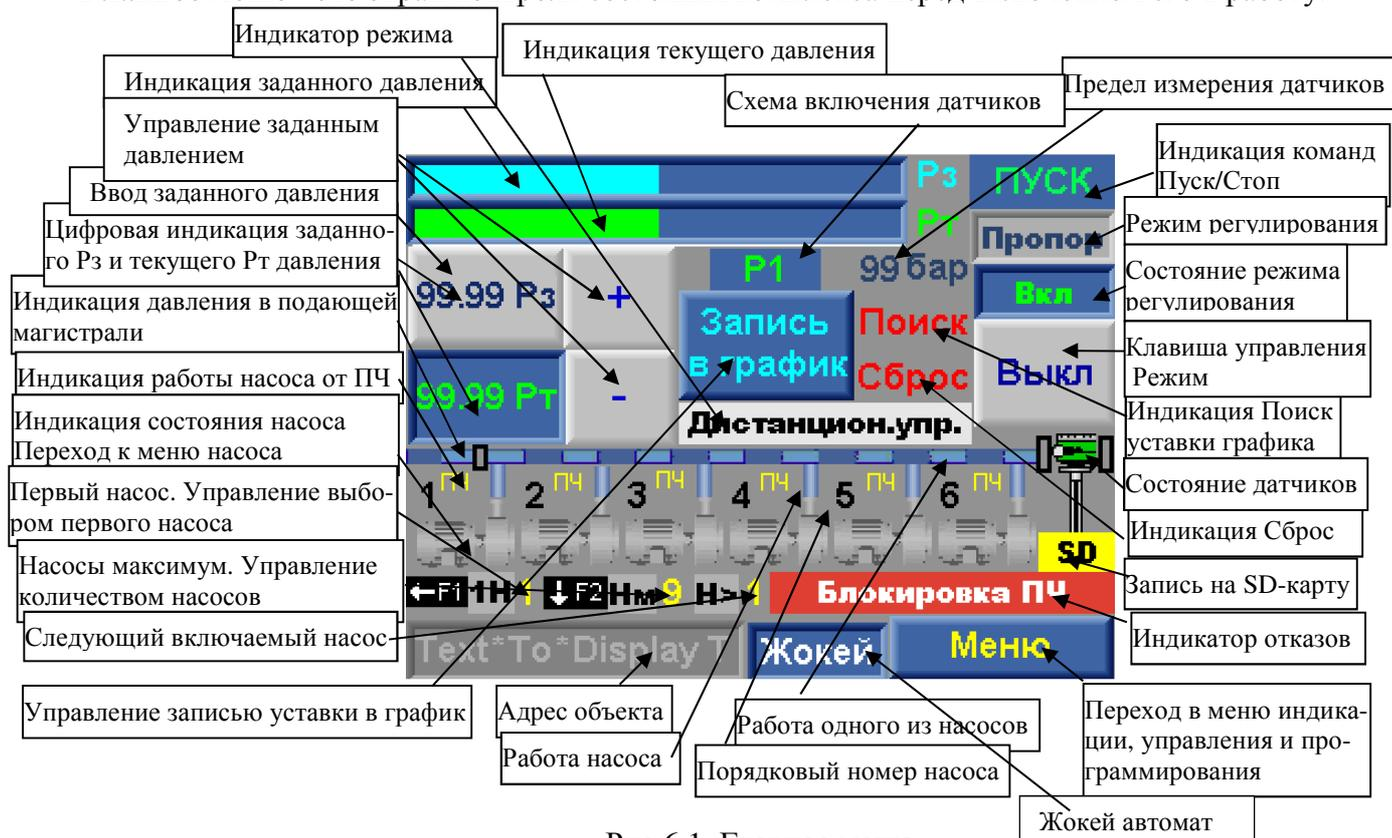

Рис.6.1. Главное меню
При подаче напряжения в схему управления загорается светосигнальная арматура зелёного цвета «Питание», после чего на дисплее БУК отображается **Меню индикации** (рис.6.1).
На экране Главного меню (рис. 6.1) в графическом и цифровом виде отображаются текущее «**Рт**» и заданное «**Рз**» значения давления (с разрешением 0,01 бар) в соответствии со схемой их подключения.
- стек индикации отказов Главного меню (рис. 6.1). В строку индикации стека отказов выводятся следующие сообщения: